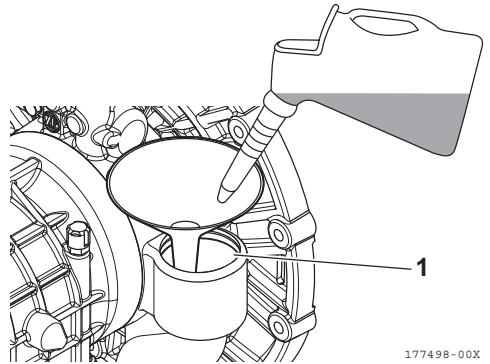

Figura 18
9. Encha com óleo lubrificante através da base do filtro de óleo (1, **Figura 18**), conforme especificado em *Tabela de óleos lubrificantes na página 20*.